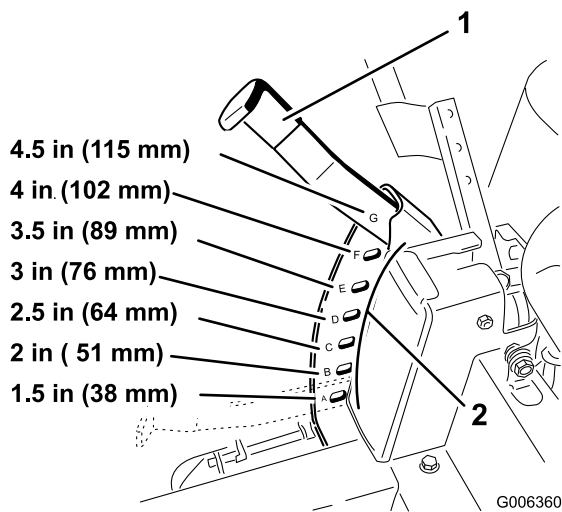

Figura 17
3. Levante la palanca de ajuste de la altura de corte a la posición de transporte, es decir, la posición de altura de corte 4,5 (que es también la posición de altura de corte de 115 mm [4-1/2 pulgadas] (Figura 17).